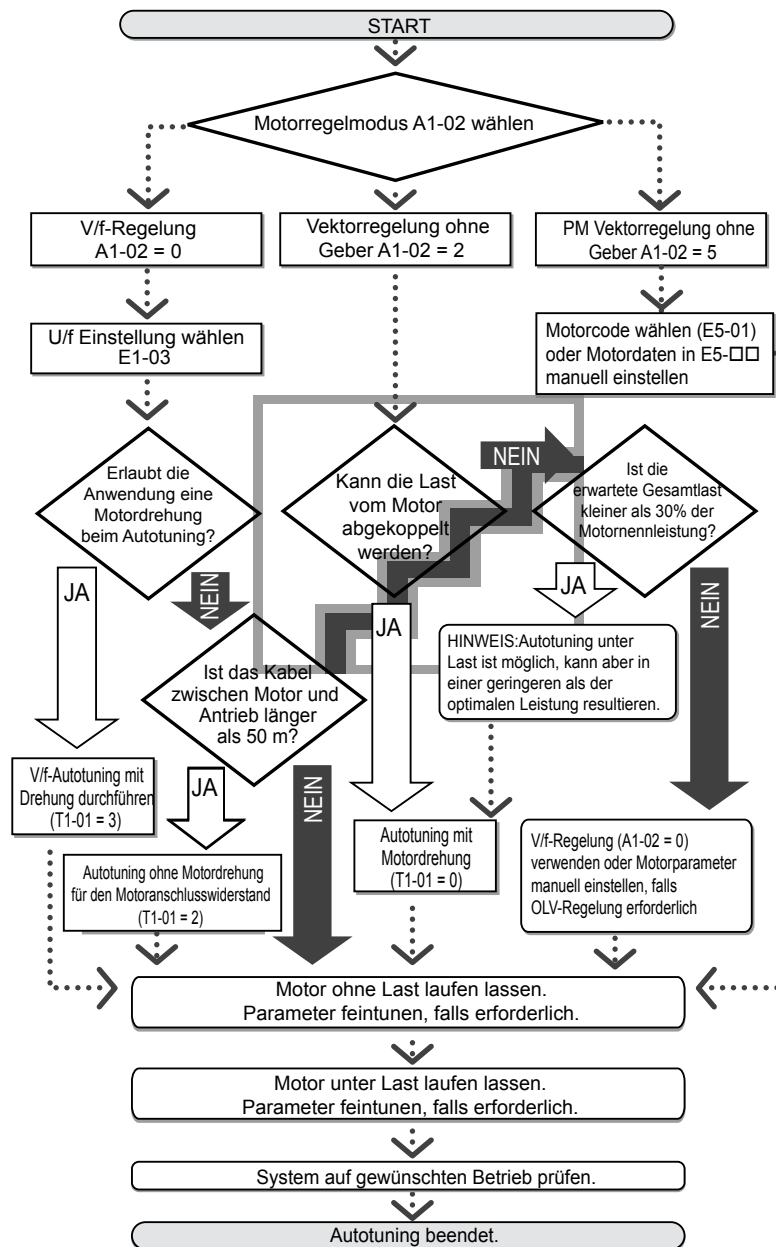

Abb. 4.14 Auswahl Autotuning
2. Ermitteln Sie, welche Art des Autotuning den Anwendungsanforderungen am besten entspricht Abb. 4.14.